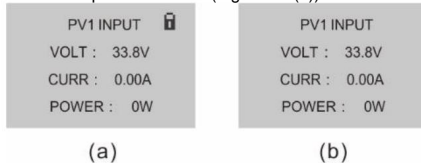

Figure 6.2 Verrouille et déverrouille l'écran LCD
**l'écran** Appuyez sur la touche ENTRÉE pour verrouiller (Figure 6.2(a)) ou déverrouiller (Figure 6.2 (b)) l'écran.